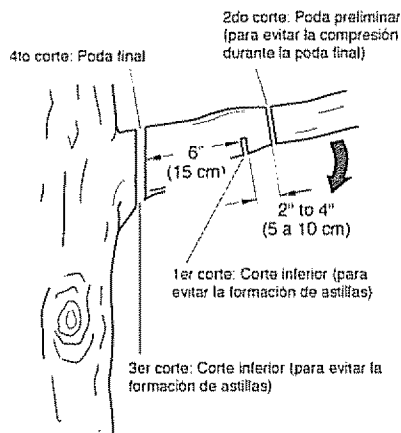

Figura 19 - Poda de una rama
1. Haga el primer corte a quince centímetros del tronco del árbol, del lado inferior de la rama. Utilice el lado superior de la barra de guía para realizar este corte. Atraviese la rama hasta llegar a 1/3 de su diámetro (vea la Figura 19).